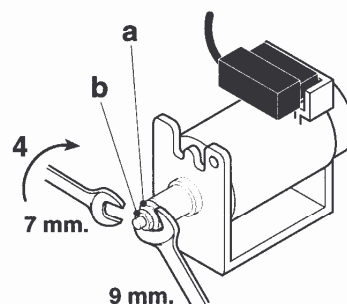

Fig. 31
- 9 - Escludere la regolazione del modulatore avvitando un paio di giri il dado **b** e successivamente il dado **a** del modulatore (fig. 31);
- 9 – Svitare un paio di giri il dado **b** e successivamente la vite **a** del modulatore (fig.31)
- 11 – Regolare la pressione massima ruotando in senso antiorario il dado **b** con una chiave da 7 (fig. 31), fino ad ottenere una pressione di 12,7 mbar al bruciatore per i modello M 25A e di 12,5 mbar al bruciatore per i modello MF 25A. Questa operazione deve essere fatta con il bruciatore acceso;
- 16 – Riposizionare la protezione in plastica del modulatore (fig. 31) ed eseguire una nuova sigillatura.